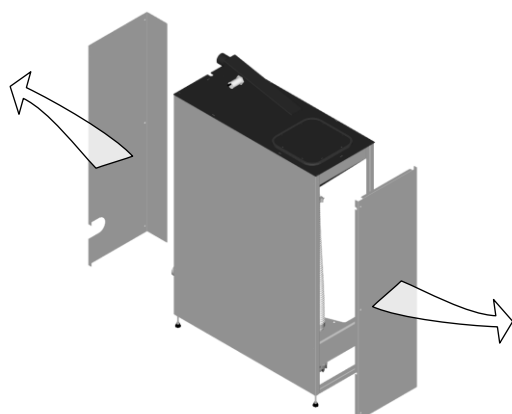

Abb. 5-4_003
- ▶ Schrauben (TX15) der Gehäuse Vorder- und Rückseite lösen und Teile abnehmen, Abb. 5-4.